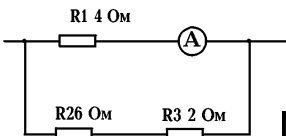

рис. 2
3. Яка кількість тепла виділиться на кожному з резисторів R_1 , R_2 , R_3 , зображених на рис. 2, якщо амперметр показує силу струму 1 А? (3 оч.)